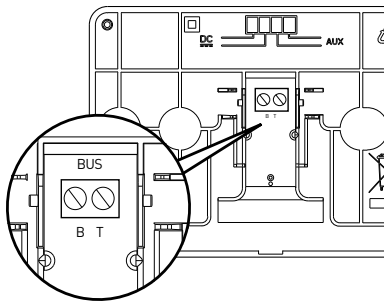

fig. 1
- deschideți găurile necesare pentru fixare (fig. 1),